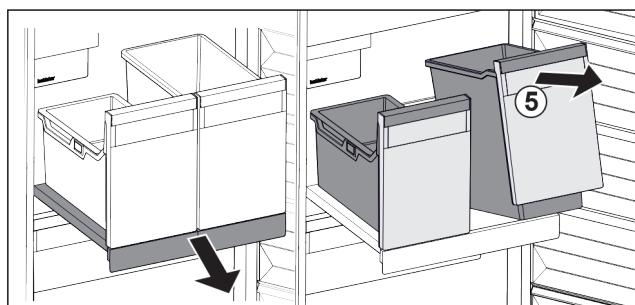

Fig. 100
- Приподнимите контейнеры Fig. 100 (5) спереди.